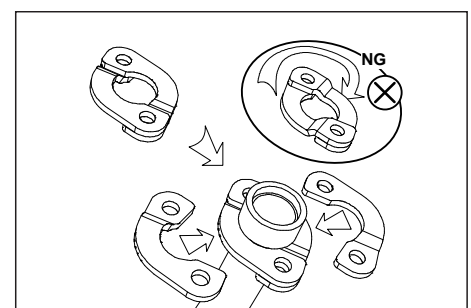

図 2
- ② マフラーを車体へ仮組みします。
**※注意：EX フランジには向きがありますのでご注意ください(図. 2)**